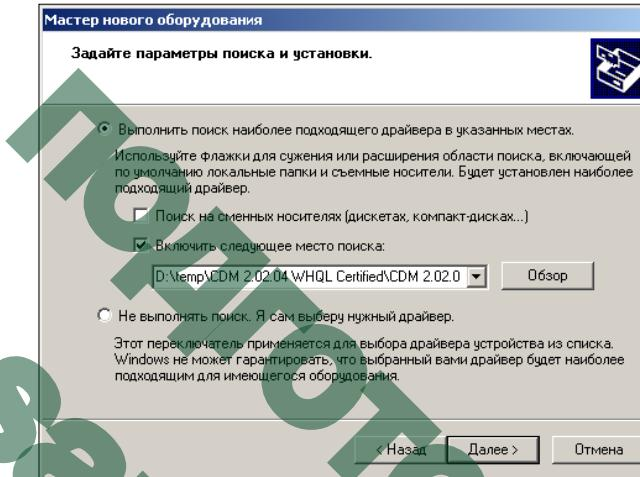

Рис. 3.5
- При инсталляции драйвера необходимо указывать его местоположение (папку, куда Вы скачали файл с драйверами с сайта WWW.ORIONSPB.RU или WWW.FTDICHP.COM). Выберите "Выполнить поиск подходящего драйвера в указанных местах". Введите в строке путь к файлу, рис. 3.5 или, нажав на кнопку "Обзор", выберите и укажите папку, в которой находятся драйвера. Нажмите кнопку "Далее" для продолжения.